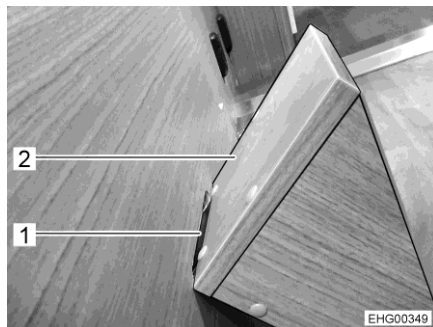
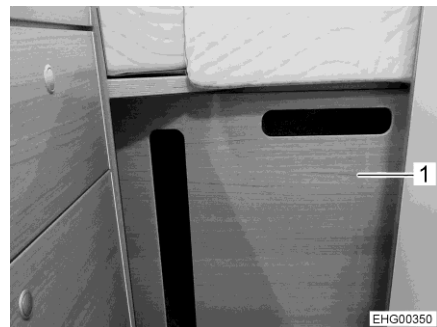

Bild 35 Steg
Bild 36 Mellanvägg med steg
- Häng på steget (Bild 35,2) i det nedre utsnittet (Bild 35,1) på mellanväggen (Bild 36,1).
- Sätt in mellanväggen (Bild 36,1) mellan de längsgående bakre sängarna. Mellanväggen ska då hängas i det andra läget (sett från köksenhetsen).